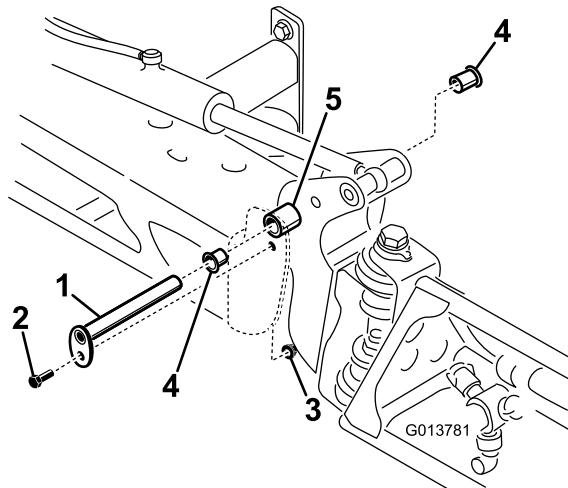

Figura 98
3. Quando il peso della barra è supportato, togliete il bullone e il dado che fissano il perno di articolazione nel gruppo barra (Figura 98).
4. Togliete il perno di articolazione (Figura 98).
6. Togliete le boccole di nylon dal lato frontale e posteriore della staffa orientabile e controllatele (Figura 98).
8. Montate il gruppo barra e staffa orientabile sul telaio centrale, allineando le aperture (Figura 98).